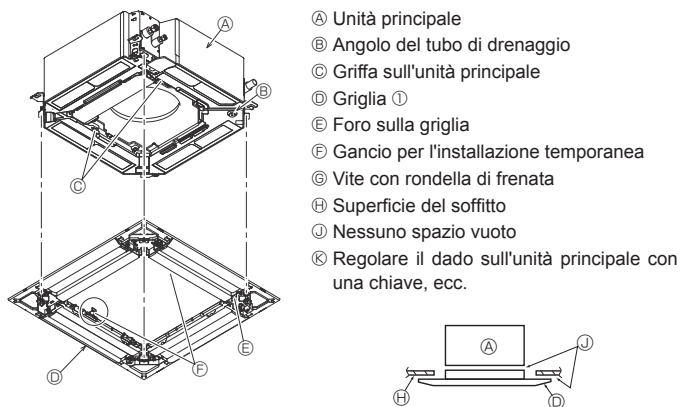

Fig. 9-6
9.4.2. Installazione temporanea della griglia (Fig. 9-6)
- Serrando le viti preinstallate, fissare la griglia all'unità principale. (Fig. 9-6)
Assicurarsi che non vi sia alcuno spazio vuoto tra l'unità principale e la griglia o tra la griglia e la superficie del soffitto. (Fig. 9-6)
- Dopo aver serrato la vite, accertarsi che i due ganci della griglia (Fig. 9-6) siano bloccati ai ganci dell'unità principale.